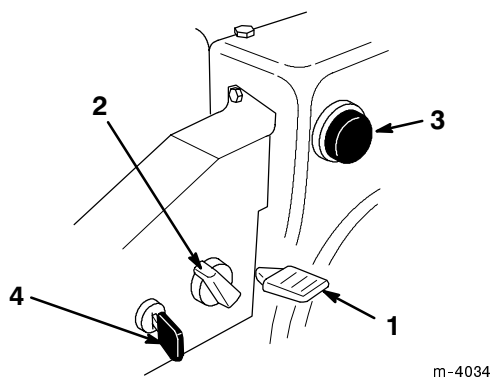

Figure 16
- **Clé de contact** (Fig. 16)—Insérez la clé dans le commutateur d'allumage avant de mettre le moteur en marche. Pour couper le moteur, retirez la clé de contact.
- **Commande des gaz** (Fig. 16)—Déplacez la manette vers le haut pour augmenter le régime du moteur, ou vers le bas pour le réduire.
- **Starter** (Fig. 16)—Pour mettre en marche un moteur froid, tournez la commande de starter en position Maxi (Full). Au fur et à mesure que le moteur se réchauffe, ramenez petit à petit la commande en position Arrêt.
- **Amorceur** (Fig. 16)—Appuyez sur l'amorceur pour envoyer une petite quantité d'essence dans le moteur afin de faciliter le démarrage par temps froid.
1. Tirez le bouton de starter pour l'enlever de sa tige (Fig. 16).
1. Mettez la manette des gaz en position Rapide (fast) (Fig. 16).
3. Tournez le starter en position Maxi (Full), Fig. 16.
5. Insérez la clé de contact (Fig. 16).
8. Dès que le moteur a démarré, tournez le bouton de starter (Fig. 16) sur la position 3/4.
2. Ramenez la manette des gaz en position lente (slow) et retirez la clé de contact (Fig. 16).